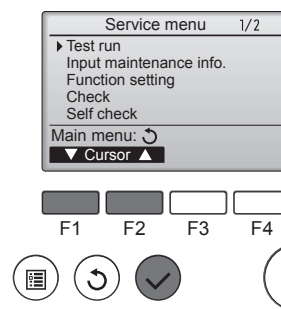

Fig. 7-1
- ① เลือก "Test run" จากเมนูเซอร์วิส และกดปุ่ม [SELECT] (Fig. 7-1)